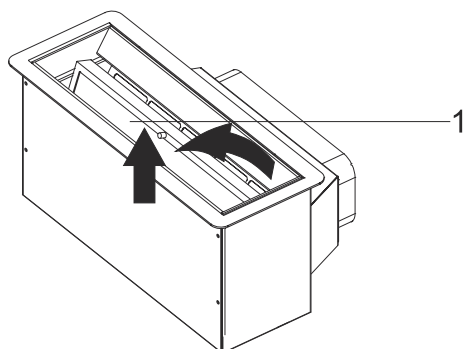

Fig. 7: Avmontering av fettfilter 1 Fettfilter
3. Dra upp fettfiltret och ta bort det (Fig. 7).